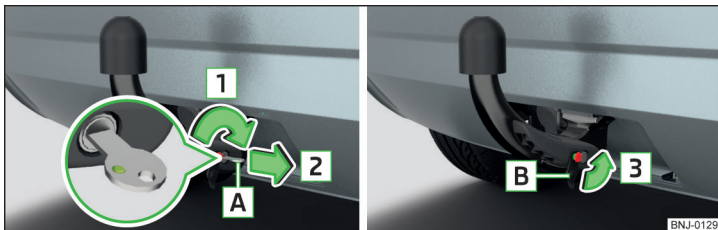

Fig. 156 Bloccare la serratura ed estrarre la chiave / applicare il coperchio sulla serratura
- Ruotare la chiave **[A]** in direzione della freccia **[1]**, in modo che il suo contrasegno verde sia rivolto verso l'alto » fig. 156.